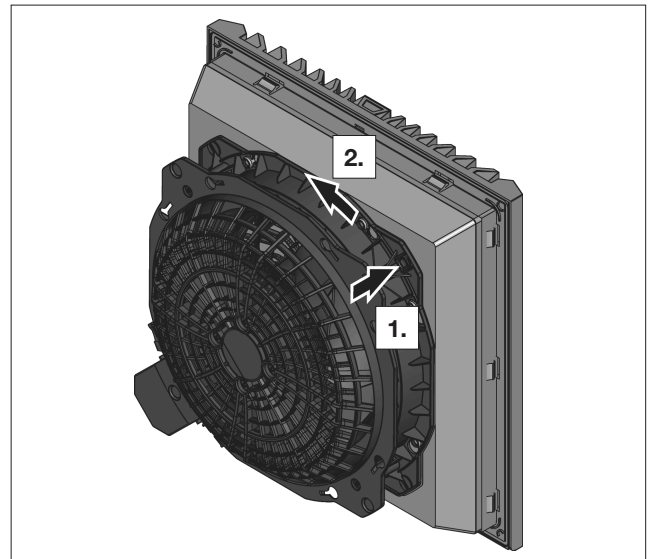

Fig. 10 : déverrouillage de la fermeture à baïonnette
- À l'arrière du ventilateur, actionner le bouton de déverrouillage de la fermeture à baïonnette (voir fig. 10). Celui-ci se trouve sur l'angle opposé de la borne de raccordement.